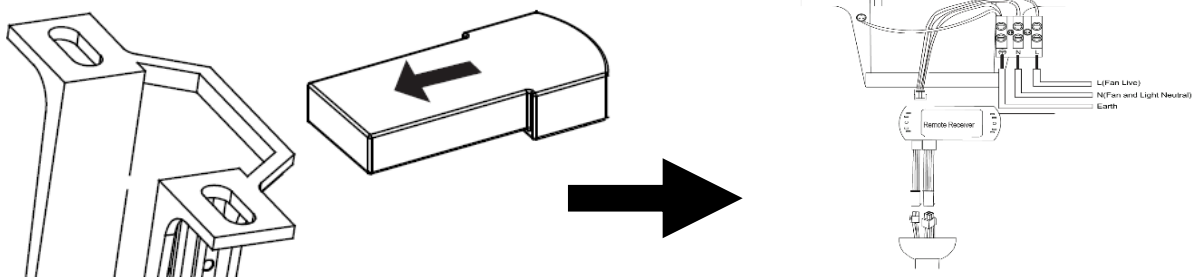

Fig. 8
Voir Fig. 8 et instructions ci-dessous pour le câblage du ventilateur.
- Insérez avec précaution le récepteur de la télécommande au-dessus de la boule de suspension dans l'espace restant du support de montage. Veillez à ne pas endommager ou desserrer le câblage.. (Fig. 8).